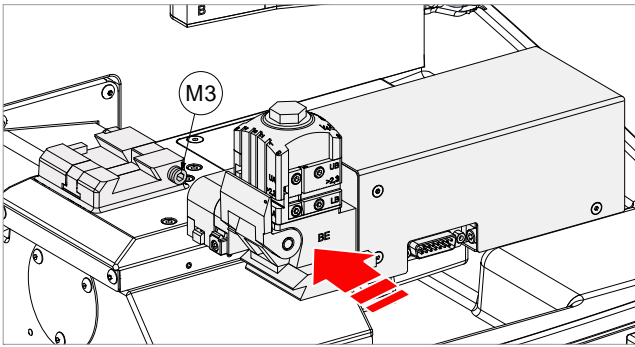

Fig. 26
- 1) Plaats de spanbekeenheid in de specifieke zwaluwstaartbasis (Fig. 26).